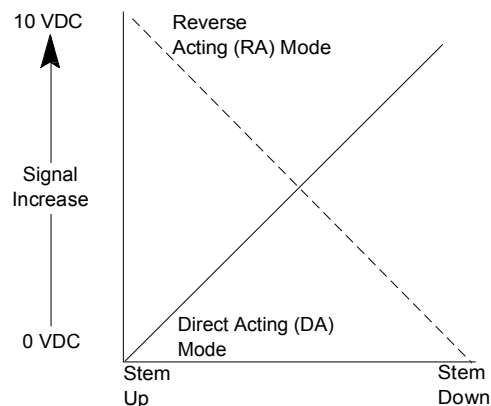

Рисунок 2: Прямое / обратное действие
В режиме прямого действия (DA) увеличение сигнала опустит ходовой винт привода, толкая шток клапана вниз. Уменьшение сигнала поднимет ходовой винт привода, при этом поднимая шток клапана. В режиме обратного действия (RA) уменьшение сигнала опустит винт привода, толкая шток клапана вниз. Увеличение сигнала поднимет винт привода, при этом поднимая шток клапана (См. рисунок 2).